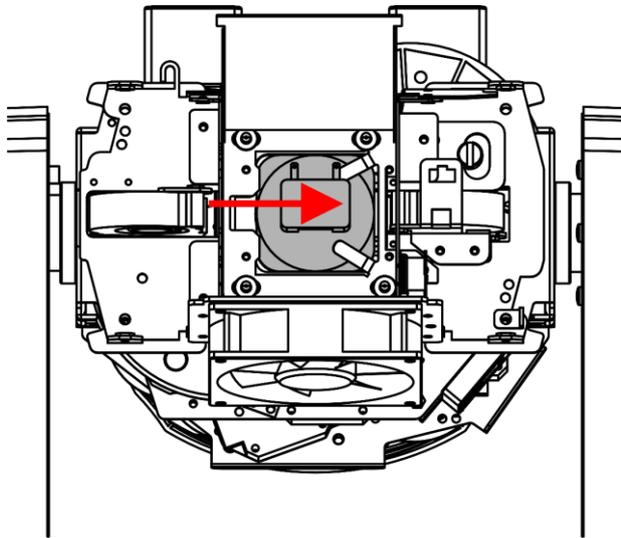

Fig. 21
- 05) Spingere con attenzione la lampada verso destra, controllo le 2 molle sul lato destro (Fig. 21).